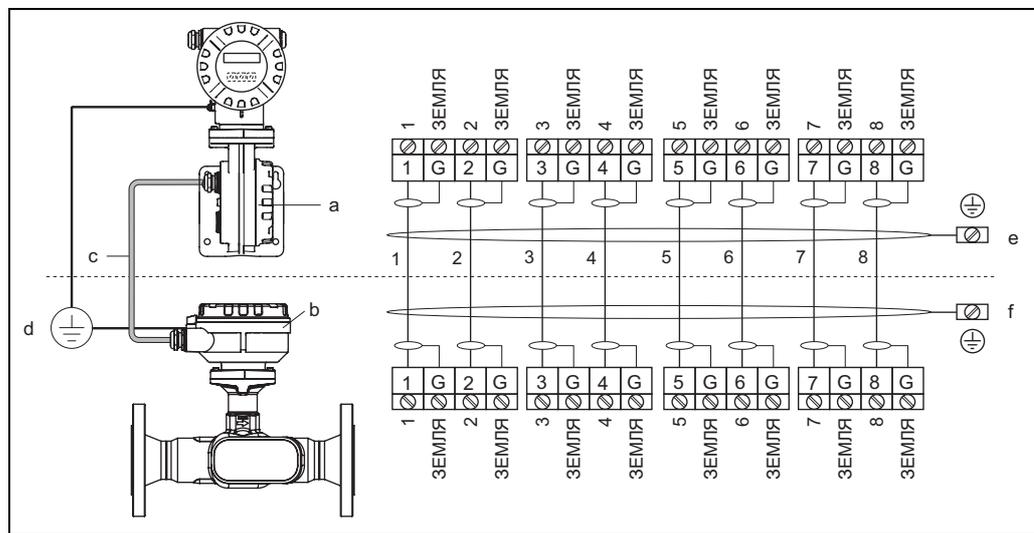

Рис. 13: Подключение расходомера в раздельном исполнении
- Прибор в раздельном исполнении должен быть заземлен. При этом сенсор и трансмиттер должны быть подключены к одному заземлению (см. рис. 13, d).
3. Подключите сенсор и трансмиттер в соответствии со схемой электрического подключения (см. рис. 13) или схемой соединений на крышке клеммного отсека.)